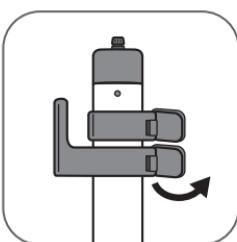

fig. 2
2. Tenez le mât de façon à ce que l'accroche cordon électrique soit à gauche. Vérifiez que les 2 clips du mât soient déverrouillés. (*fig. 2*)